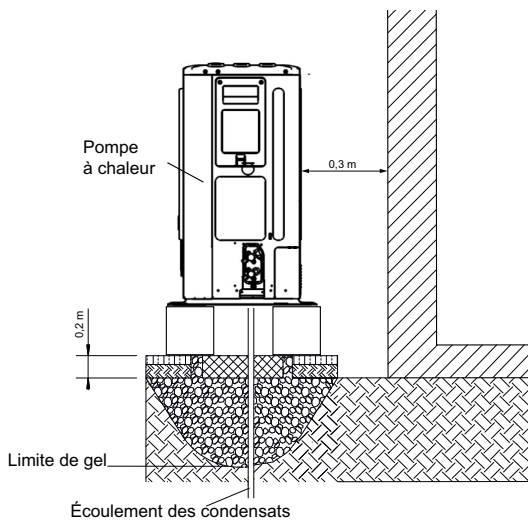
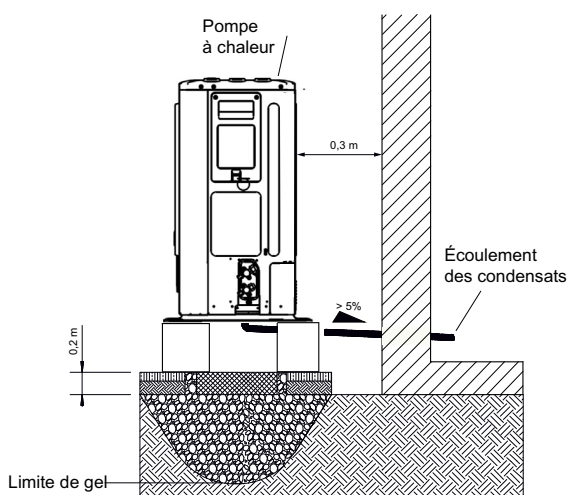

Fig. 5.2
Fig. 5.3
- Il est conseillé de monter l'unité extérieure près d'un mur, sur des fondations distinctes du bâtiment, à une distance d'au moins 0,3 m côté aspiration (Fig. 5.2 + Fig. 5.3).
- Respecter les distances minimales indiquées (Fig. 5.2).